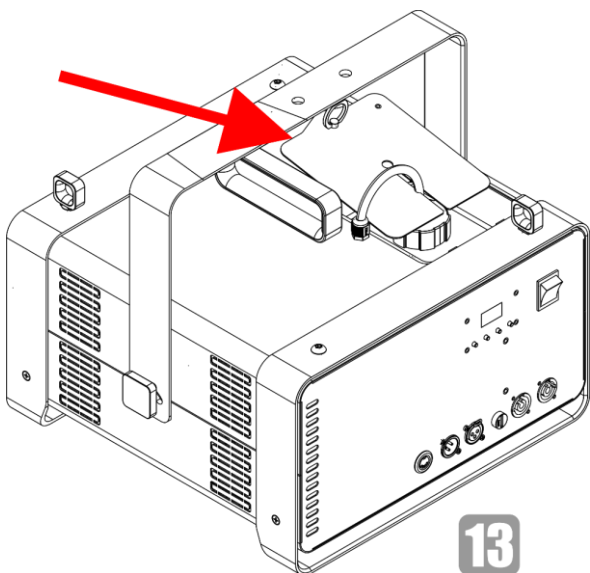

Fig. 31
- 13) Vuelva a colocar la tapa en el dispositivo como se indica en la Fig. 31.